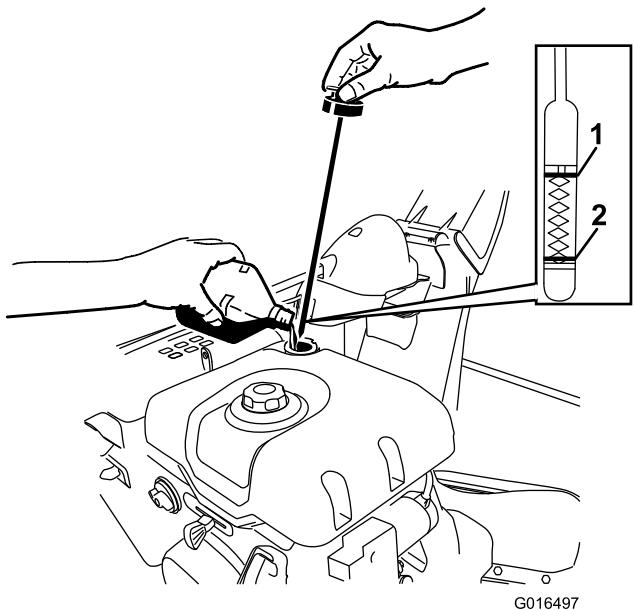

Figure 41
2. Ressortez la jauge et contrôlez le niveau d'huile (Figure 41). Faites l'appoint si le niveau est en dessous du repère « Add » sur la jauge. Voir Vidange de l'huile moteur \(page 24\).